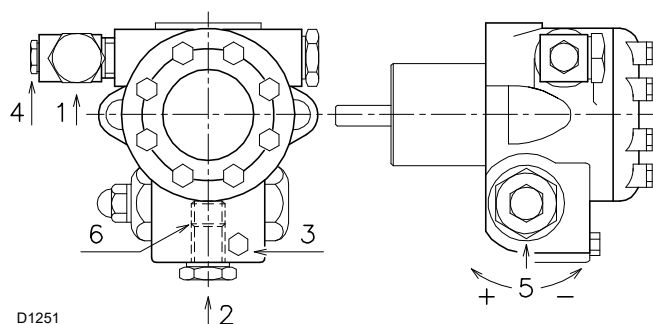

Рис. 30
Для автоматической заливки насоса необходимо отвернуть винт 3) (Рис. 30) насоса, чтобы выпустить воздух из всасывающего трубопровода.
- Когда дизельное топливо начнет выходить из винта 3) (Рис. 30), насос включен.